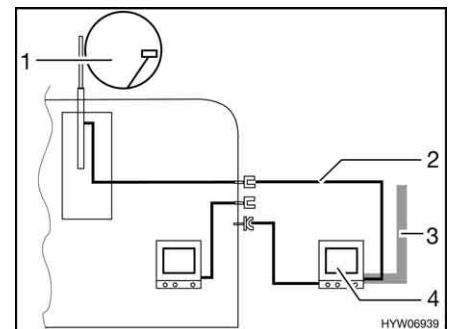

Fig. 129 TV en el área bajo el toldo
- TV en el área bajo el toldo (Fig. 129,4): Conexión a la antena del techo (Fig. 129,1) con el cable de conexión (Fig. 129,2)
- TV en el área bajo el toldo (Fig. 129,4): Conexión a antena externa (Fig. 129,3)